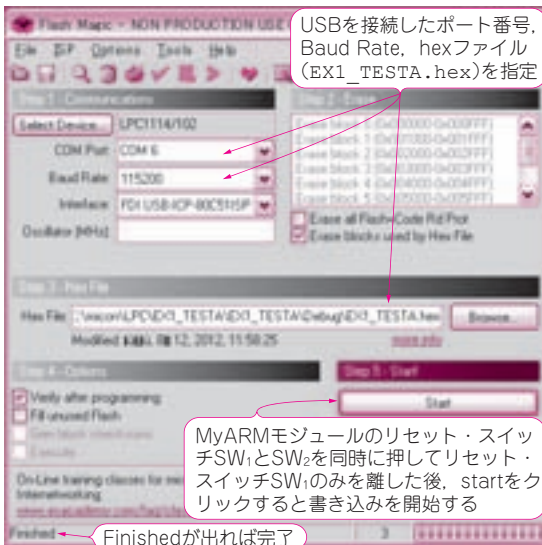

図1 Flash Magicを使ってテスト・プログラムをARMマイコンに書き込む
トランジスタ技術のホームページからダウンロードした、Debugフォルダにあるhexファイルを、Flash Magicを使って次の手順でマイコンにテスト・プログラムを書き込みます(図1)。
(1) Flash Magicを立ち上げて、USBが接続されているポート番号、Baud Rate、hexファイル(EX1_TESTA.hex)を指定します。
(2) MyARMモジュールのSW₁とSW₂を同時に押し、SW₁だけ離します(Boot Mode)。
(3) Flash Magicの[Start] ボタンをクリックすると、ダウンロードが始まります。図1のように“Finished”という表示が出たら完了です。